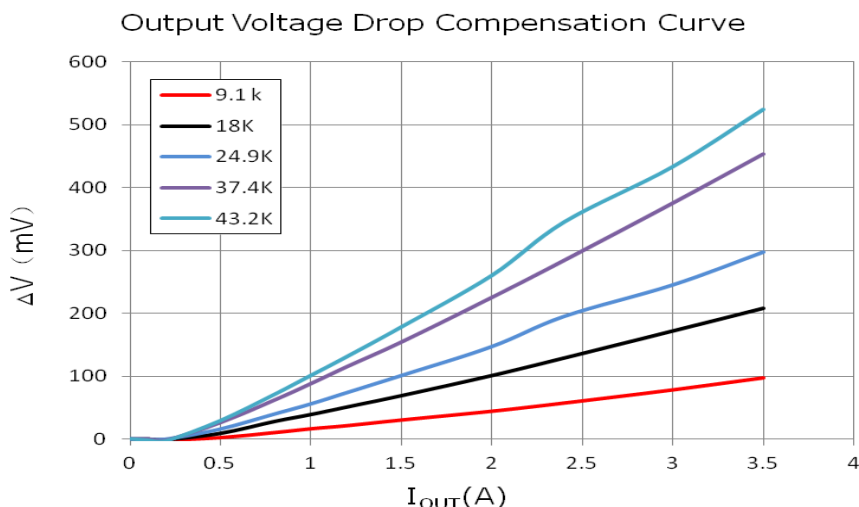

图 2：输出线材压降补偿曲线
8.2 在车载充电器应用时，为了补偿 USB 线上压降，AP2965 可依据图 2，通过设定 R1 的阻值来获得所需要补偿的压降。